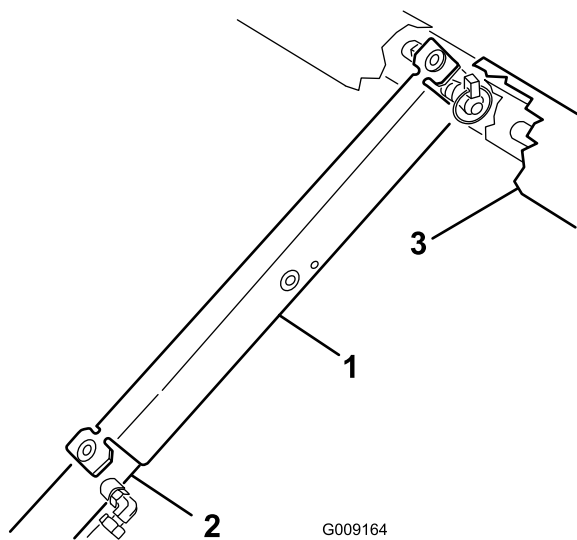

Figura 12
- Spingete il supporto del pianale sull'asta del cilindro, assicurandovi che le alette alle estremità del supporto poggino sull'estremità della canna del cilindro e sull'estremità dell'asta del cilindro (Figura 12).